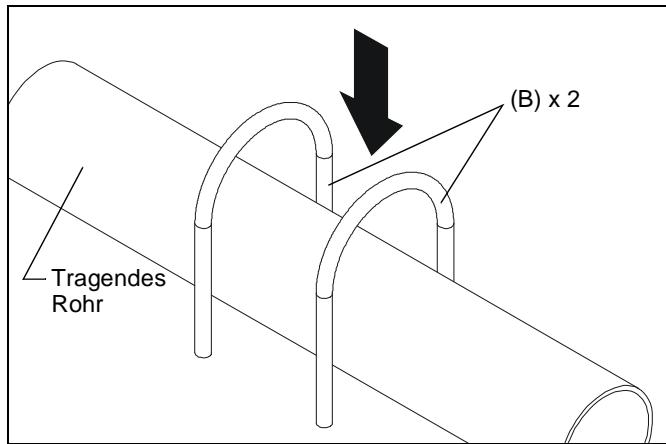

Abb. 1
1. Legen Sie zwei Bügelschrauben (B) über einen tragenden Stahlausleger oder ein tragendes Stahlrohr von (mindestens 25,4 mm (1 Zoll)). (Siehe Abb. 1)
2. Nehmen Sie nun die Auslegerplatte (A) und stecken Sie die Bügelschrauben durch die Löcher in der Auslegerplatte. (Siehe Abb. 1)